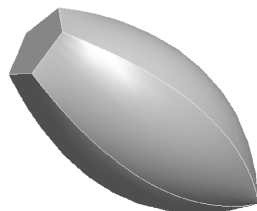

图 6-137 混合特征
(2) 创建如图 6-137 所示的混合特征，其中第 1 截面为一点；第 2 截面为直径是 50 的圆，深度为 50；第 3 截面为外接圆直径为 30 的正五边形，深度为 50。